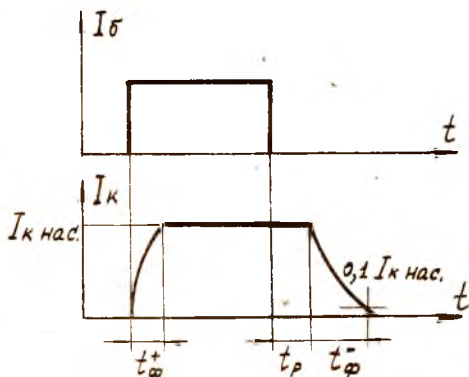

Рис.26
2. Определить длительность положительного фронта коллекторного импульса  $t_{\varphi}^+$  (см. рис.26).
4. Определить времена рассасывания  $t_p$  для различных режимов (рис.26).